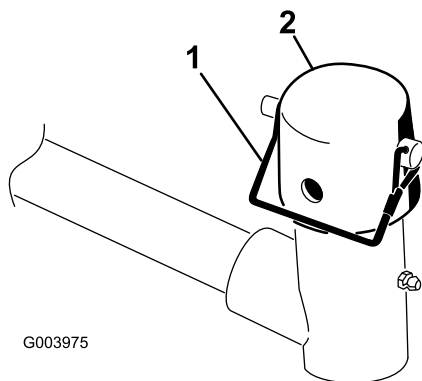

Figura 9
7. Retire el pasador de seguridad y el tapón de la horquilla de pivote del brazo de elevación (Figura 9).
Nota: Utilice la ranura si se desea que la unidad de corte sea dirijible, y utilice el taladro si la unidad de corte va a quedar bloqueada en una posición fija (Figura 9).